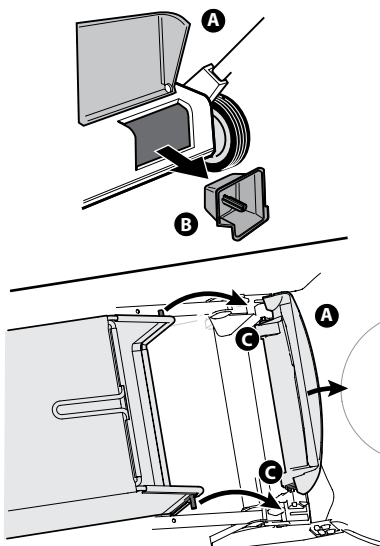

Figure 2-7
- Procédez comme suit pour installer le sac à herbe. Voir la Figure 2-7.